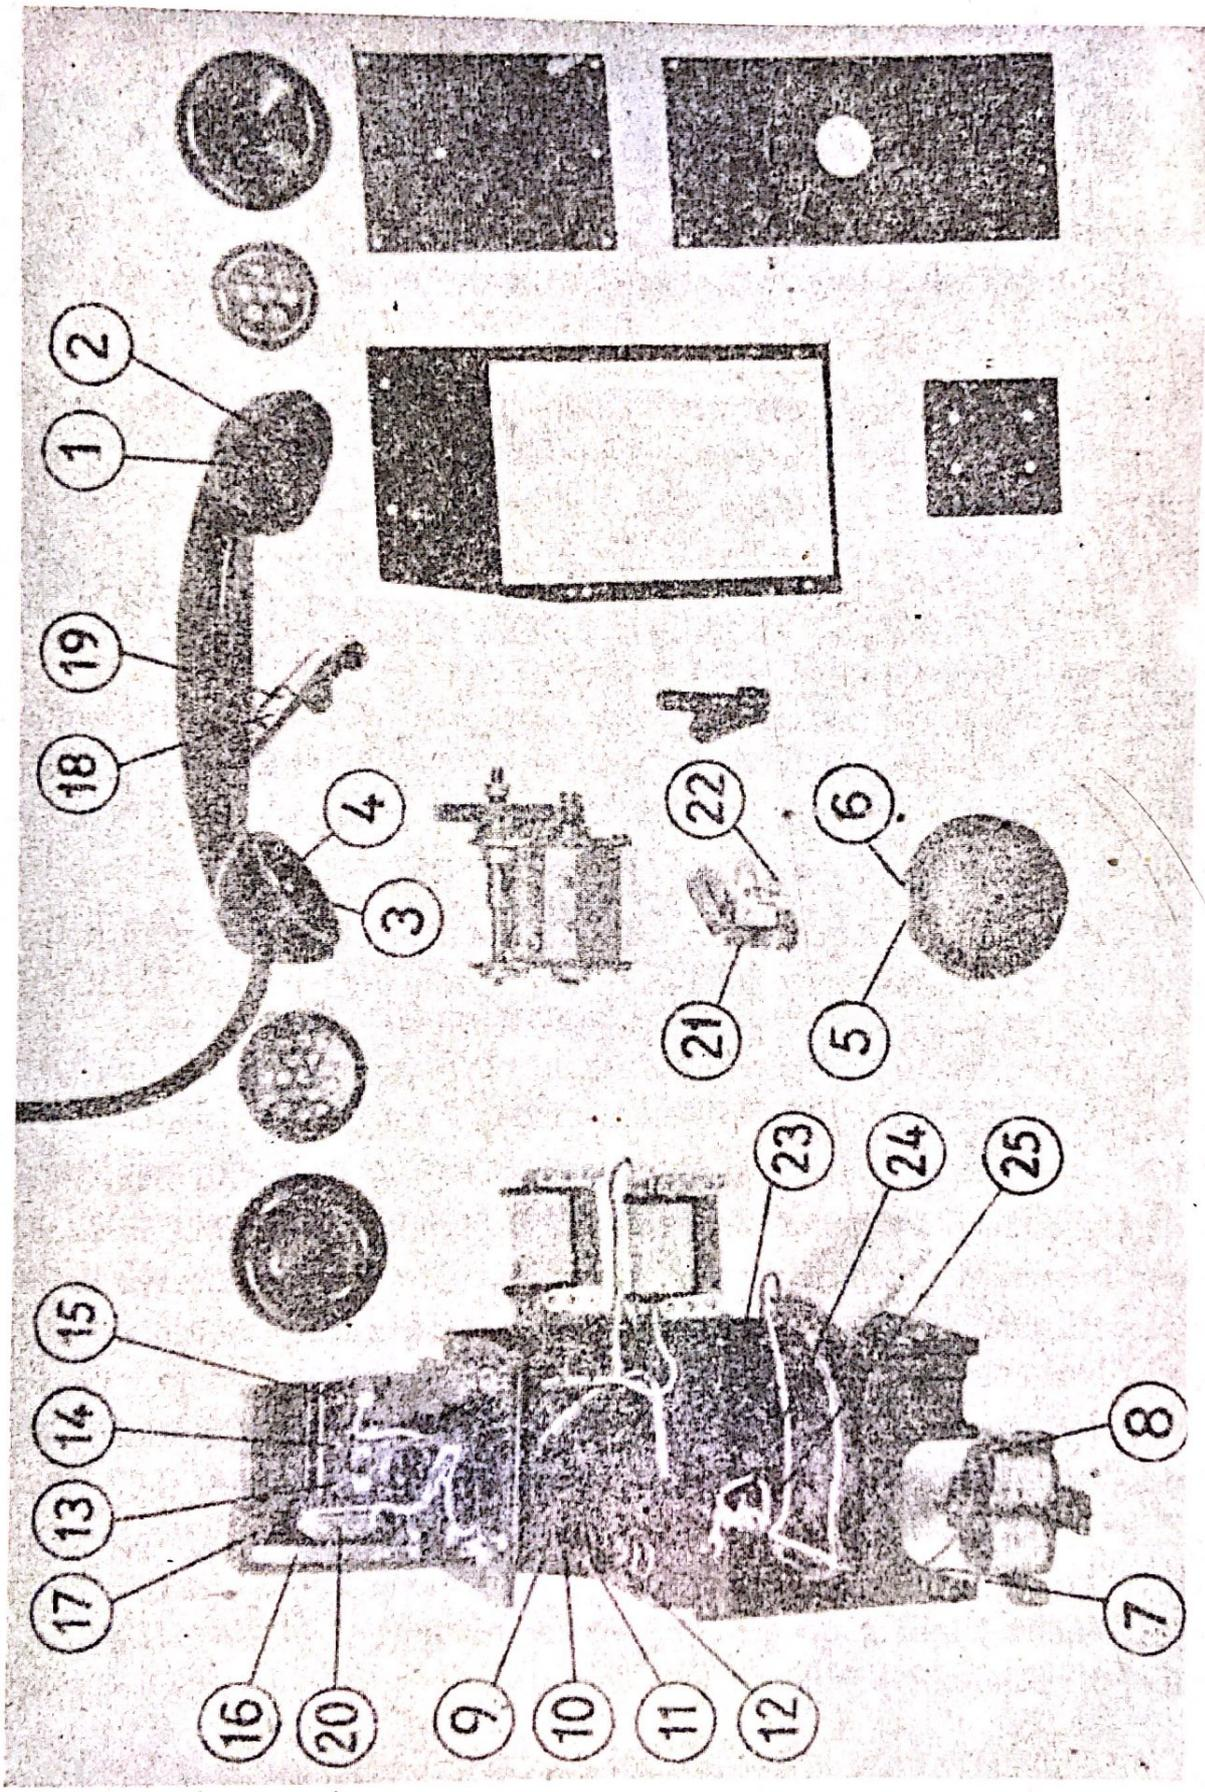

Fig. 20 - Telefono EE-8-B-I smontato e mascherato (non appaiono l'involucro e i magneti del generatore).
1) i punti di contatto elettrico sul ricevitore (fig. 20: 1 e 2) e sul trasmettitore (fig. 20: 3 e 4);
2) i due punti in cui il martelletto colpisce il campanello (fig. 20: 5 e 6);
3) i contatti del nucleo sulle bobine della suoneria (fig. 20: 7 e 8);
4) i contatti della batteria (fig. 20: 9, 10, 11 e 12);
5) i fori delle prese (fig. 20: 13, 14 e 15);
6) i contatti a molla dell'interruttore a leva e interruttore del microtelefono (fig. 20: 16, 17, 18 e 19);
- 7) l'apertura sotto l'interruttore a vite (fig. 20);
- 8) i punti di contatto sul blocco molle del generatore (fig. 20: 21 e 22);
- 9) i terminali a forchetta dei tre capi del generatore (fig. 20: 23, 24 e 25).